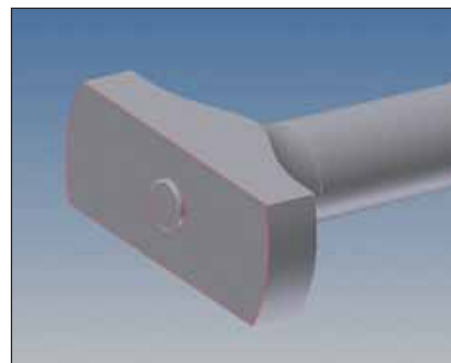

Рис. 8
9. Выбрать в качестве плоскости эскиза указанную на рис. 8 поверхность.